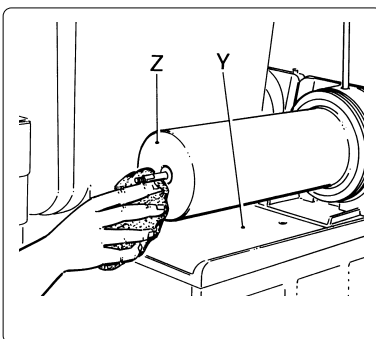

Fig. 15
- e) Lavare accuratamente ogni singola parte, pulire bene il piano (Y) e l'evaporatore (Z) (vedi fig. 15).